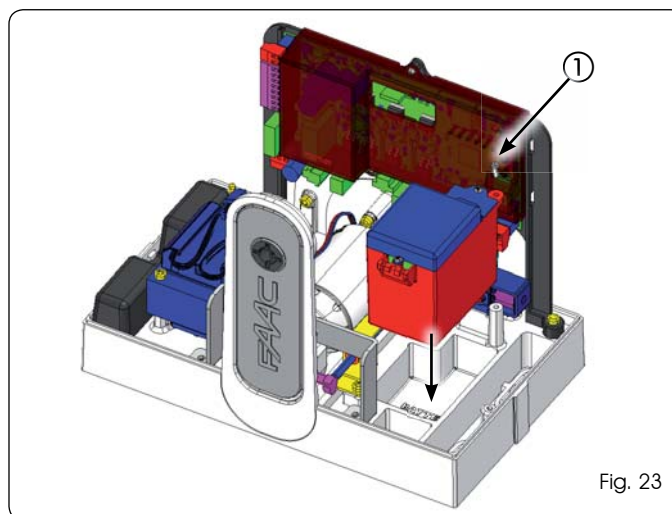

Fig. 23
Installer le kit batterie selon la Fig. 23 en l'insérant dans le logement ad hoc et en le bloquant avec la vis réf. ①. Le brancher dans le connecteur ad hoc sur la platine (voir les instructions correspondantes).